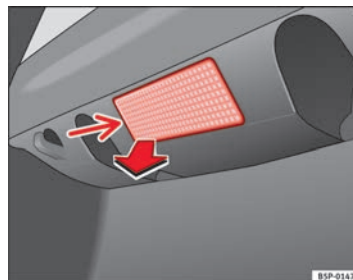

Fig. 198 Éclairage du coffre à bagages
- Retirez la tulipe en faisant pression sur le rebord de la partie intérieure de celle-ci (flèche) à l'aide d'un tournevis plat ⇒ fig. 198.